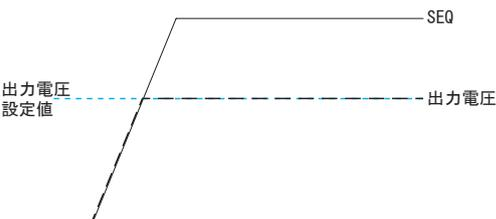

図3.8 SEQ>出力電圧設定値の場合
- 電源起動時において、出力電圧が設定された値になるまでの間、出力電圧はSEQ端子電圧に追従します(図3.8)。